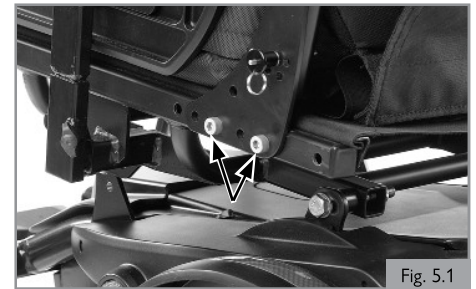

Fig. 5.1
1. Enlevez les deux boulons des supports de dossier, un pour chaque côté du châssis, à l'aide d'une clé Allen de 6 mm et d'une clé de 13,0 mm. (Fig. 5.1)